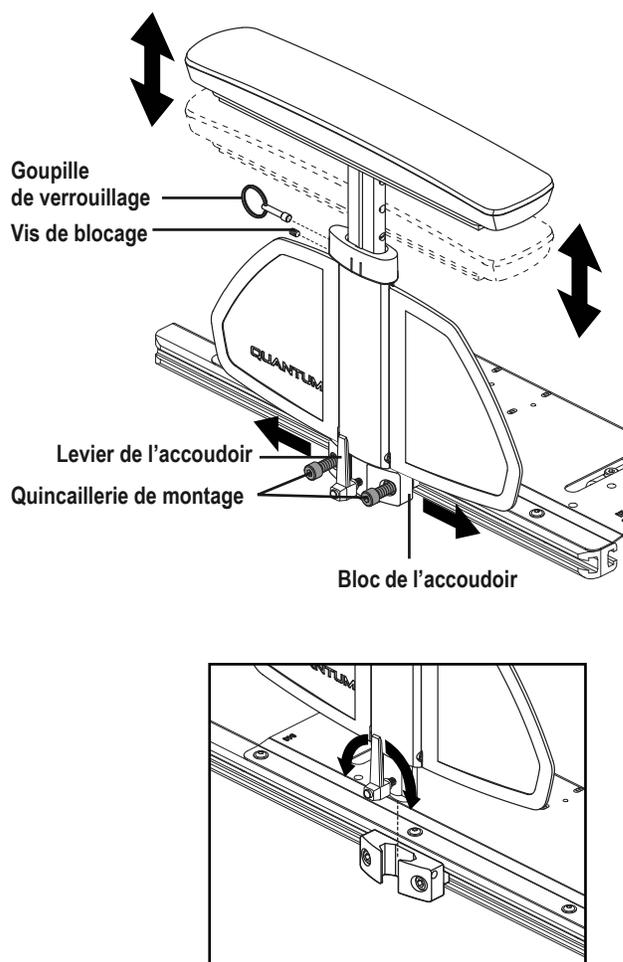

Figure 6. Retrait/Installation des accoudoirs à libération rapide TB-Flex
2. Soulevez le module d'accoudoir. **Voir la figure 6.**
1. Placez le module d'accoudoir dans le bloc de l'accoudoir. **Voir la figure 6.**
1. Desserrez mais ne retirez pas la vis de réglage en la tournant dans le sens antihoraire avec une clé hexagonale de 2 mm. **Voir la figure 6.**